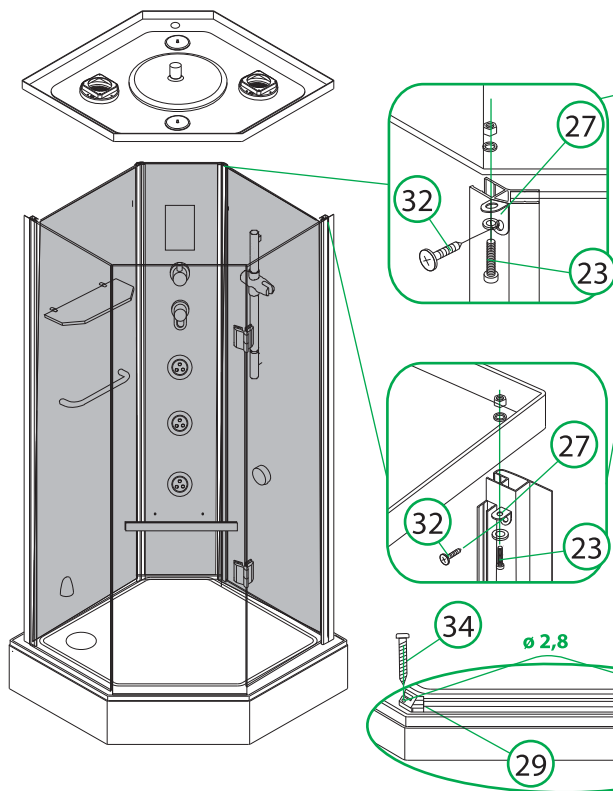

Рис. 10 / 10-сур.
9. Скрепите алюминиевые профили и центральную панель кабины с крышей (рис. 10).